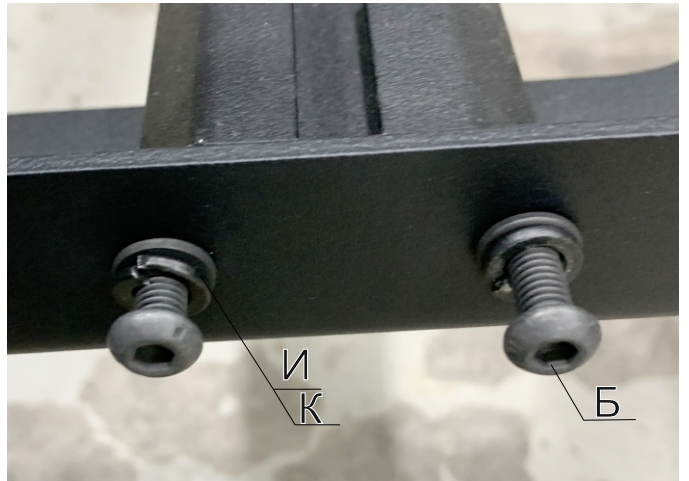

Рис.4
4. Соедините профили (поз.12) и собранные кронштейны поз. (2, 3, 4, 5) с помощью винтов 6x25 (поз.В), шайб 6 (поз.И) и шайб 6 гровер (поз.К). (Рис.4)